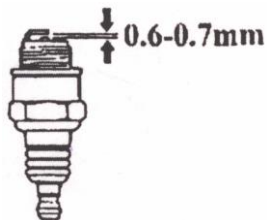

Fig.17
3. Замерьте зазор свечи зажигания щупиком. Зазор должен быть 0.6~0.7мм (Рис. 17). Если необходима регулировка, осторожно отогните боковой электрод.